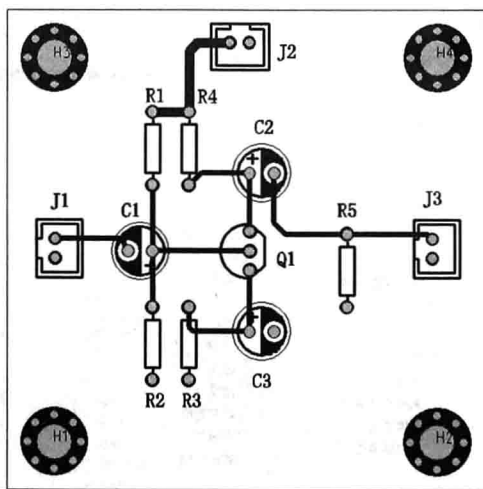

图 6-58 单管放大电路 PCB
- (1) 输出项目 6 中图 6-58 所示 PCB 的光绘文件。
(2) 输出项目 6 中图 6-58 所示 PCB 的装配文件。